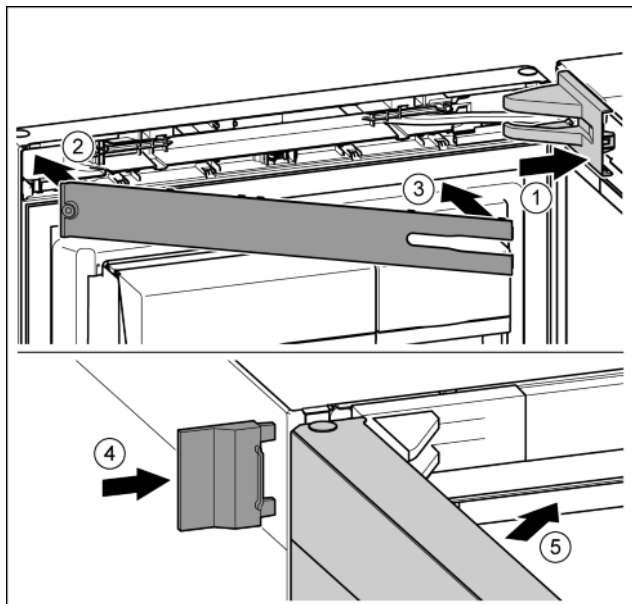

Fig. 21
- ▶ Крышку опорного кронштейна установить и зафиксировать, при необходимости, осторожно разжать. Fig. 21 (1)
- ▶ Установить накладку. Fig. 21 (2)
- ▶ Наклонить и защелкнуть накладку. Fig. 21 (3)
- ▶ Надвинуть внешнюю крышку. Fig. 21 (4)
- ▶ Закройте верхнюю дверь. Fig. 21 (5)